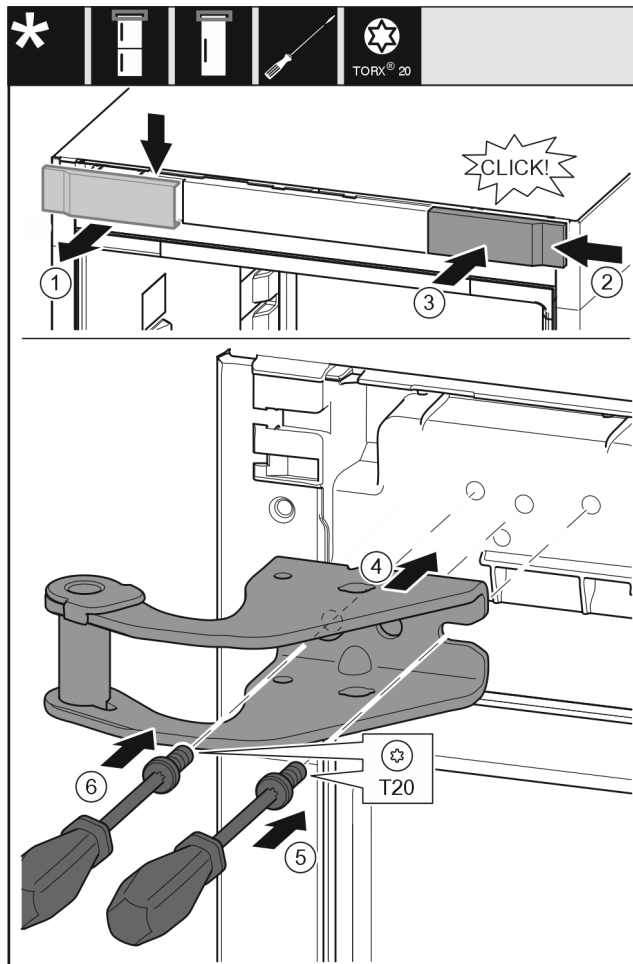

Fig. 10
- ▶ Odoberte kryt zhora dopredu. Fig. 10 (1)
- ▶ Kryt zaveste na druhú stranu sprava otočený o 180°. Fig. 10 (2)
- ▶ Kryt zaklapnite. Fig. 10 (3)
- ▶ Nasad'te hornú ložiskovú konzolu. Fig. 10 (4)
- ▶ Skrutku nasad'ite a pevne zaskrutkujte skrutkovačom T20. Fig. 10 (5)
- ▶ Skrutku vložte a pevne zaskrutkujte skrutkovačom T20. Fig. 10 (6)